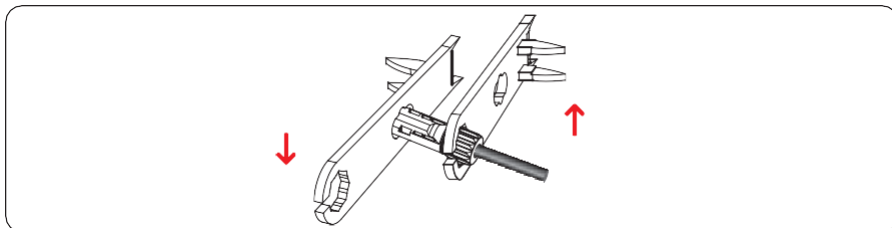

Figura 5.13 Fijación de los conectores
Paso 4 Apriete las contratuercas de los conectores positivo y negativo con una llave de extracción, tal como se indica en la figura 5.13.